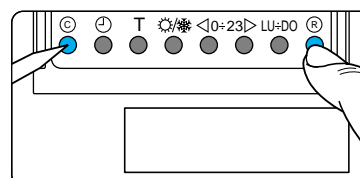

Fig. 71
14.2 - Premere contemporaneamente i pulsanti Ⓞ ed Ⓜ (fig.71).